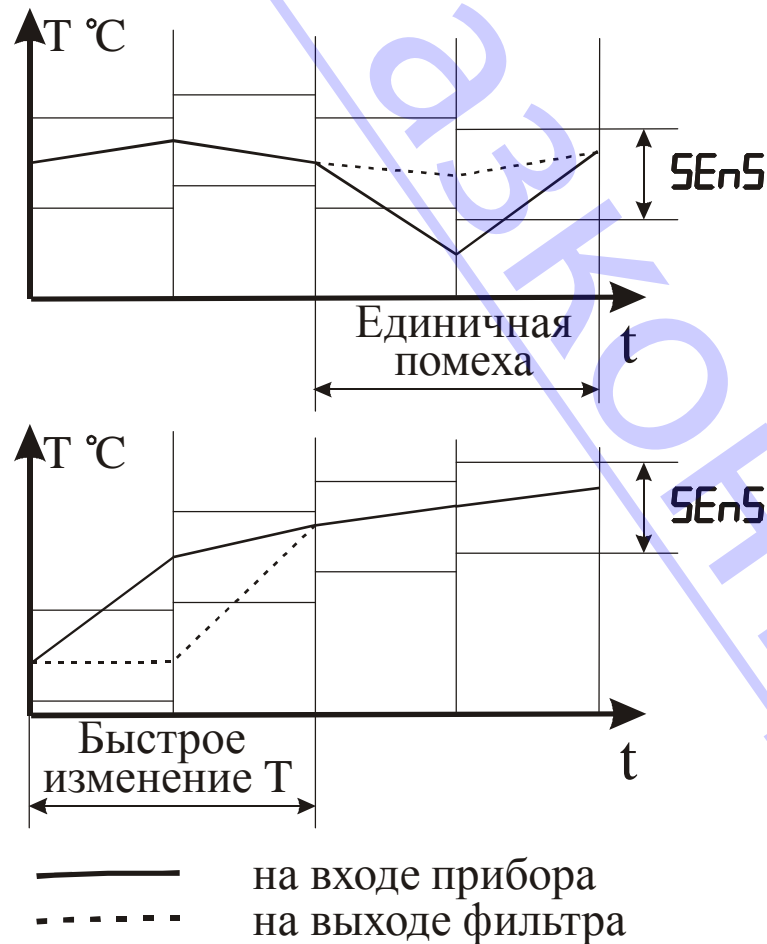

Рисунок 3.15 – Работа фильтра при воздействии случайной помехи и быстром изменении сигнала
3.3.7.9 С целью уменьшения влияния случайных импульсных помех на показания в прибор введена цифровая фильтрация. Работа фильтра описывается параметром “Полоса фильтра”. Если текущее значение температуры отличается от результатов предыдущего измерения на значение, которое превышает указанное в параметре “Полоса фильтра”, то проводится повторное измерение температуры, а на индикаторе остается старое значение (см. рисунок 3.15). О повторном измерении свидетельствует мигание светодиодного индикатора “К” зеленого свечения.